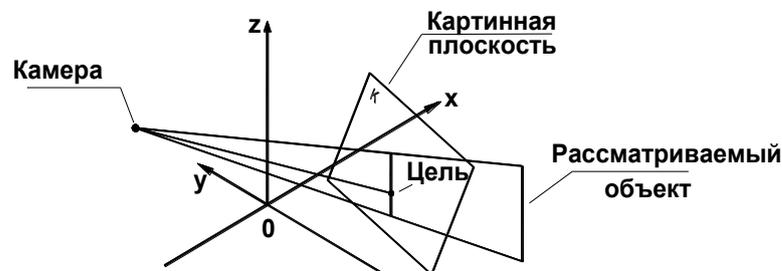

Рис.3.2. Перспективное проецирование.
- перспективное (в AutoCAD - точка зрения наблюдателя заменяется *камерой*, проецирующие лучи *НЕ параллельны*, требуется дополнительная информация о положении камеры относительно модели и луч зрения ориентирован на точку, называемую целью) (рис. 3.2).
- двумя углами, определяющими положение главного луча зрения относительно координатных осей и плоскостей: угол между лучом зрения, проведенным из точки зрения в начало текущей системы координат и плоскостью  $XOY$  и угол между проекцией луча зрения на плоскость  $XOY$  и осью  $OX$  (рис. 3.2).